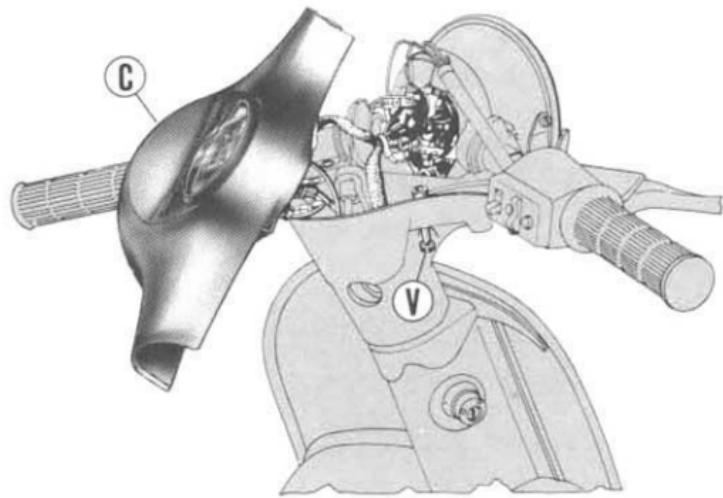

Fig. 19
In order to approach to the headlamp bulbs, remove the upper cover « C » of the handlebars (fig. 19) acting as follows:
- Lift the cover « C » and rotate it sufficiently anticlockwise (as shown in fig. 19) in order to permit the bulb holder extraction.
Pour accéder aux ampoules du projecteur déposer le couvercle supérieur « C » du guidon (Fig. 19) en agissant comme il suit:
- Lever le couvercle « C » et le tourner à gauche (comme indiqué en fig. 19) suffisamment à permettre l'extraction du porte - ampoule.
Para acceder a las lámparas del faro quitar la tapa superior «C» del manillar (fig. 19) de la siguiente manera:
- Levantar la tapa «C» y girarla a izquierdas (como indicado en la fig. 19) lo suficiente para permitir la extracción del portalámpara.